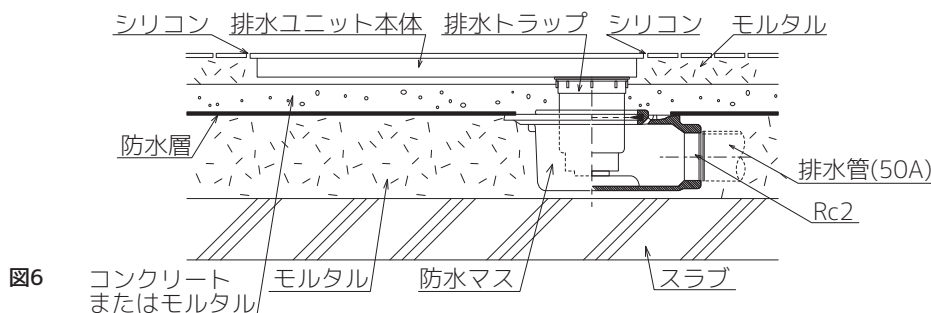

図6
- ②排水ユニット本体上面の水平レベルを床面に合わせ、モルタルで固定します(図6)。
排水ユニットの周囲とタイルは、ある程度(約5mm)のすき間を設けるように床仕上げをおこない、すき間にはシリコン(現場手配)でコーキングします(図6)。